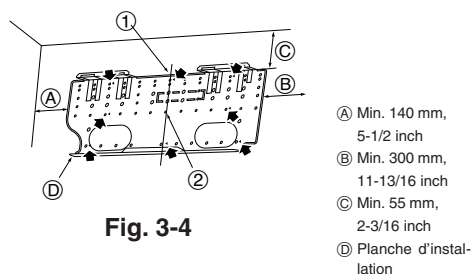

Fig. 3-4
- La structure de montage doit être attachée à ses deux extrémités et au centre, si possible. Ne jamais la fixer à un seul endroit ou de manière asymétrique. (Si possible, attacher la structure à tous les points indiqués par une flèche en caractères gras.) (Fig. 3-4)